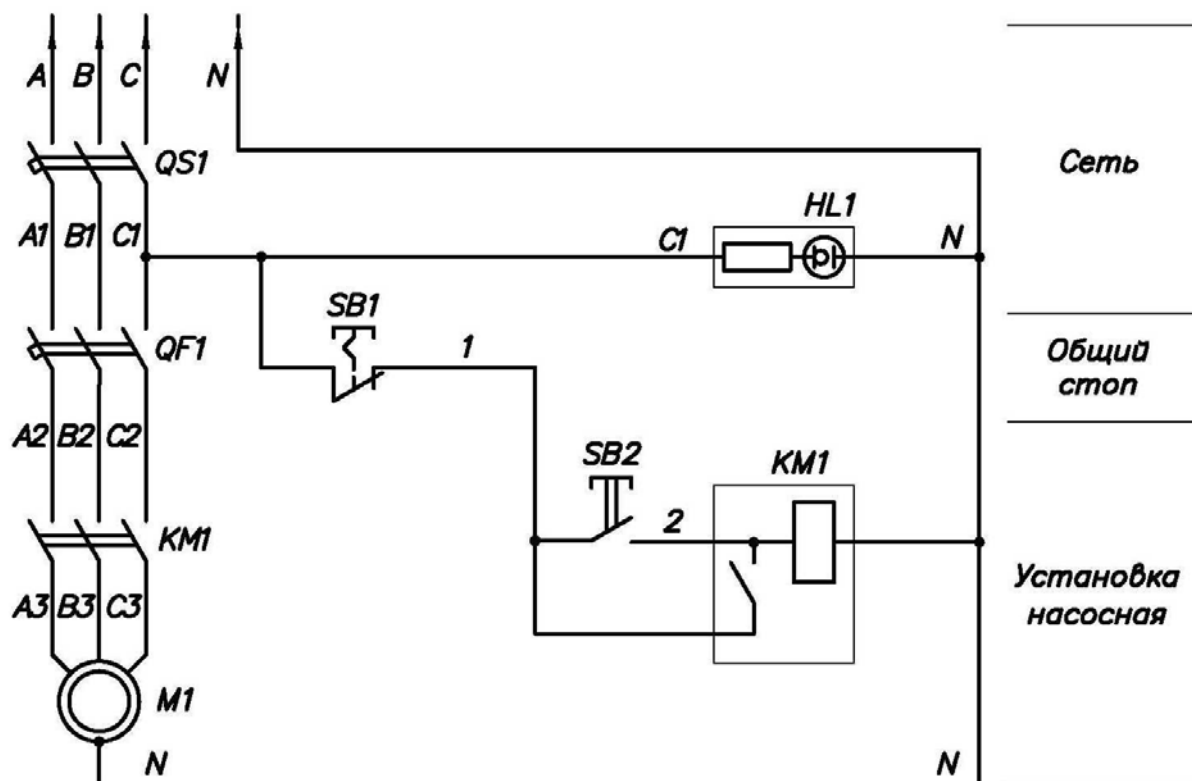

Рис. 2. Схема электрическая принципиальная
4.2. Рис. 2. Схема электрическая принципиальная. Перечень элементов.